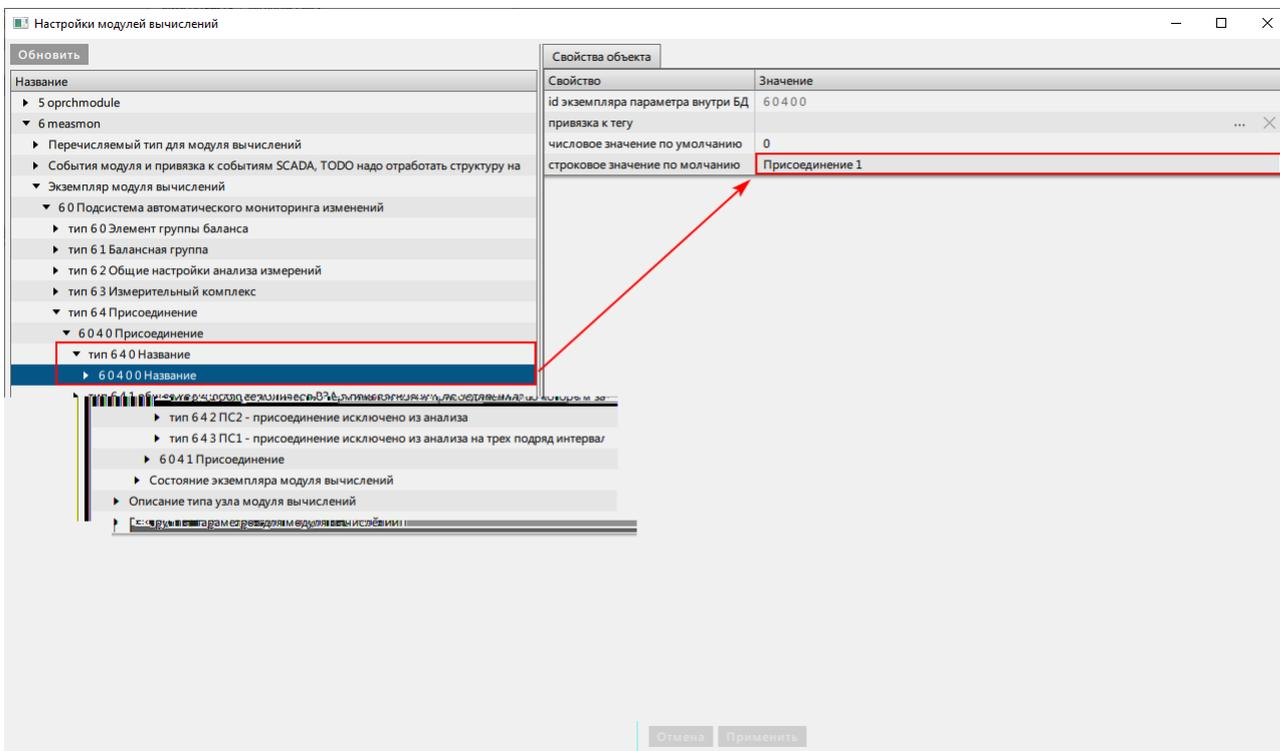

Рисунок 442 - Назначить название
3. Раскройте узел **тип 6 4 0 Название** и напротив строки **строковое значение по умолчанию** назначьте название присоединения (Рисунок 442).